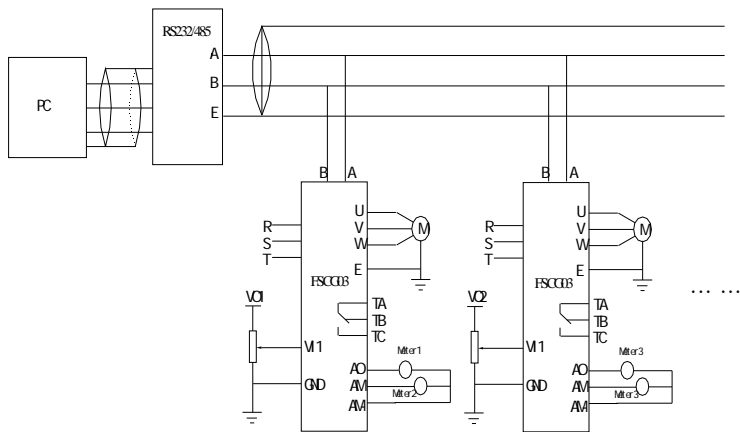

图 7-9 上位机 (PC) 控制多台变频器基本接线图
上位机 (PC) 控制多台变频器基本接线图如图 7-9 所示。